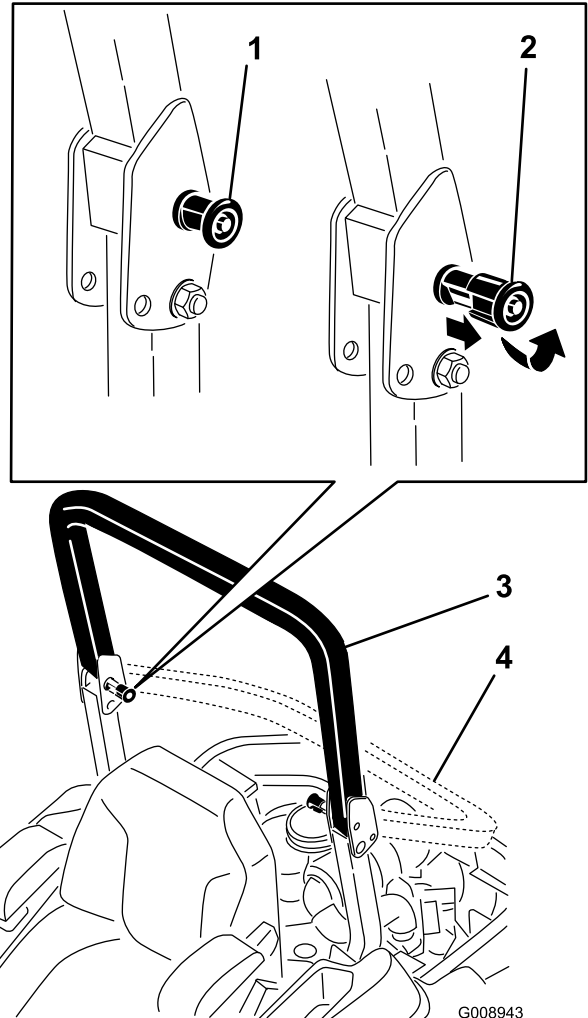

Figura 8
2. Tire de ambos pomos hacia fuera y gírelos 90 grados para desengranarlos (Figura 8).
3. Baje la barra antivuelco (Figura 8).
4. Para elevar la barra antivuelco, suba la barra a la posición de uso y gire los pomos para que se introduzcan parcialmente en las ranuras (Figura 8).
5. Eleve la barra antivuelco a la posición vertical, presionando sobre la parte superior de la misma; las clavijas encajarán en cuanto se alineen con los orificios (Figura 8).